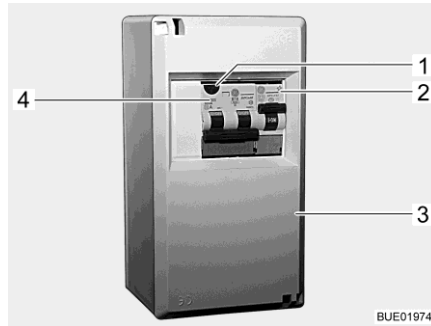

Bild 200 230 V-säkringslåda
En kombinerad jordfelsbrytare/ledningsskyddsbrytare (Bild 200,4) i säkringslådan (Bild 200,3) skyddar hela fordonet mot läckström (0,03 A).
På fordon med extrautrustning (t. ex. klimatanläggning) skyddas apparaten av en extra ledningsskyddsbrytare (10 A) (Bild 200,2).
- När fordonet är anslutet till 230 V-försörjningen: Tryck på kontrollknappen (Bild 200,1). Jordfelsbrytaren måste utlösas.